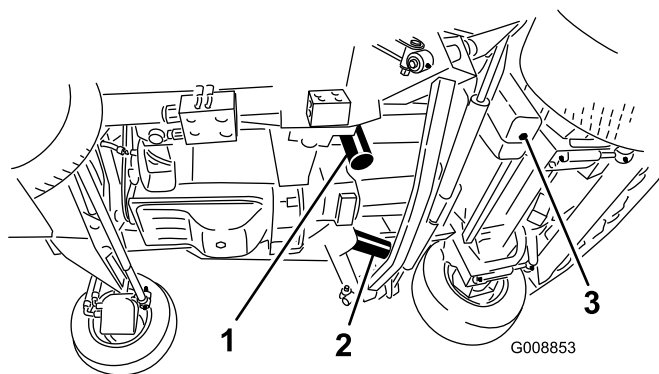

図 89
3. タンクの底面にあるドレンプラグ（図 89）を外し、流れ出すオイルを容器に受ける。オイルが完全に抜けたらドレンプラグを取り付ける。
4. フィルタ容器の周辺をウェスできれいにぬぐう。フィルタの下に廃油受けを置いてフィルタを外す（図 89）。